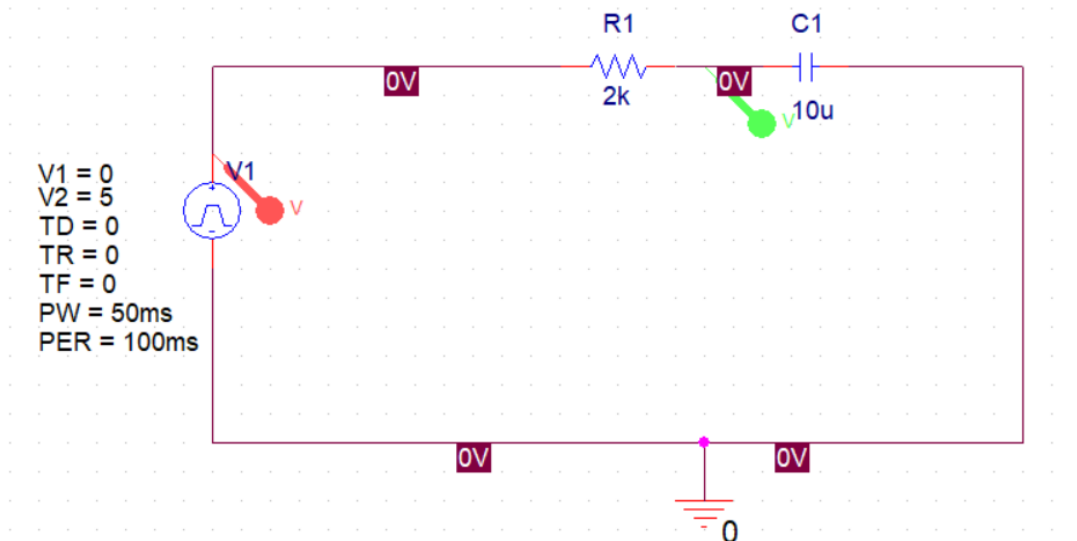

图 1 实验电路图
实验电路图见图 1，其中电源为矩形脉冲电源，设置起始电压为 0V，脉冲电压为 5V，延迟时间、上升时间、下降时间均为 0，脉冲宽度为 50ms 脉冲周期为 100ms。电路中电阻和电容分别为 $2k\Omega$ 和 $10\mu F$ 。
2. 零输入响应：在第一个高电平脉冲结束时，此时电源电压为 0，电容中仍有电量，电路为零输入响应。这里以 50ms 处作为此电路的 0 时刻，在零时刻无电源电压输入， $U_C(0)=4.59\text{V}$ ，与零状态响应类似，可以推导出其电路方程，并代入图 1 中电路参数，可得： $U_C = 4.59e^{-50t}$ ，带入实际时间 0ms、10ms、20 ms、30ms、40ms、50ms 进行仿真与计算，得到表 2 中数据：